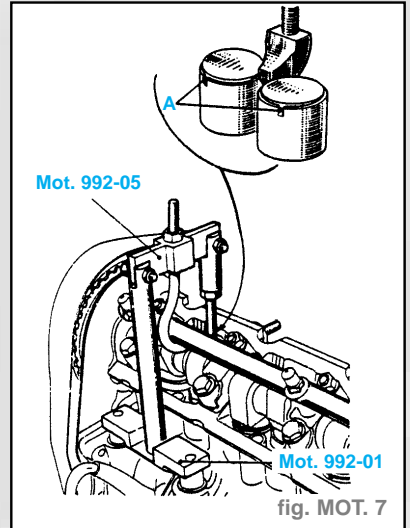

fig. MOT. 7
- Effectuer le réglage, si nécessaire, en remplaçant les pastilles concernées. Utiliser pour cela l'outil **Mot. 992** (fig. MOT. 7).